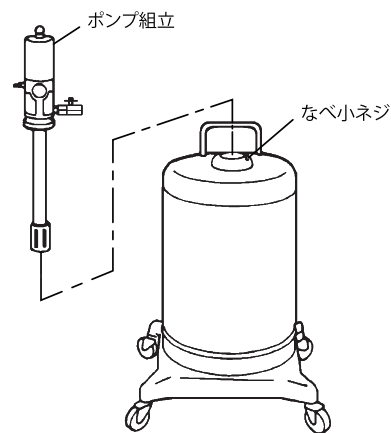

Fig. 9
- 2) ポンプを固定している本体受けのなべ小ネジをねじ戻して、ポンプを上引抜いてください。(Fig. 9)